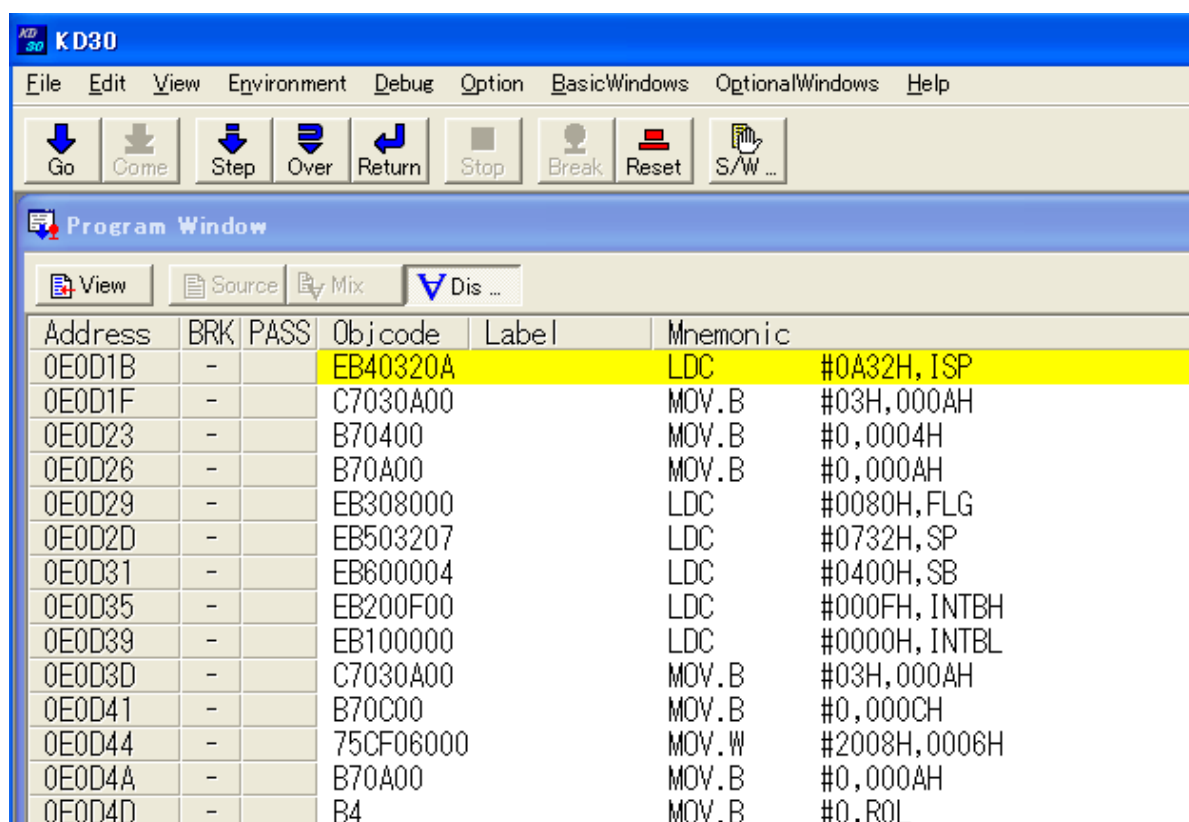

図 6-17 KD30 メイン画面
4) 正常に通信すると、図6-17 の KD30 画面が開きます。